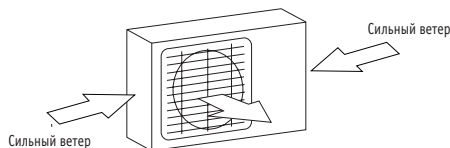

Рис. 5.1
- По возможности, располагайте блок подальше от соседей, чтобы шум от работы их не беспокоил. Если в месте установки бывают сильные ветры (например, на морском побережье), устанавливайте устройство на стене с подветренной стороны. При необходимости можно использовать навес (см. рис. 5.1 и 5.2).